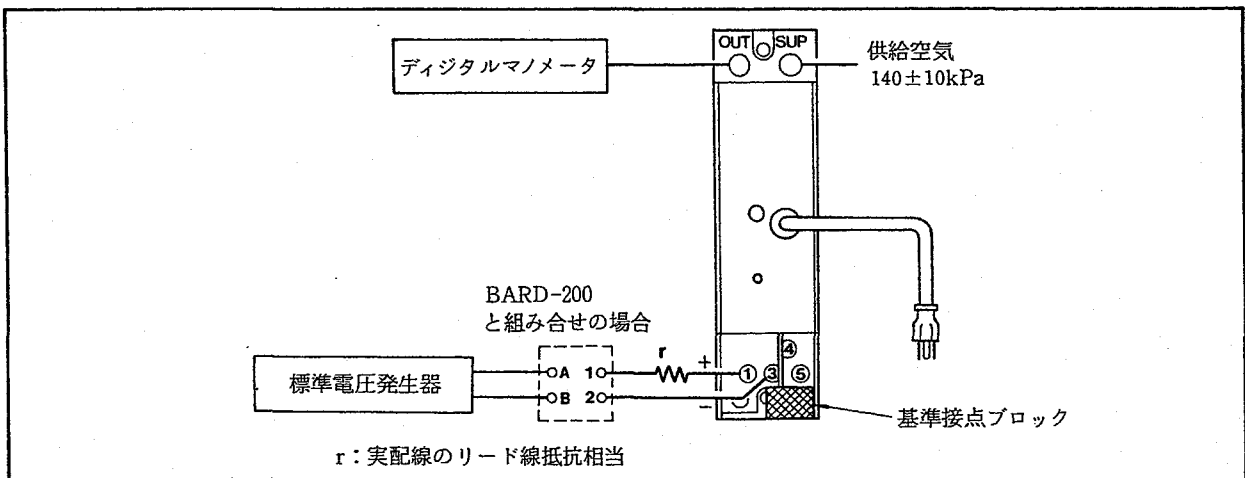
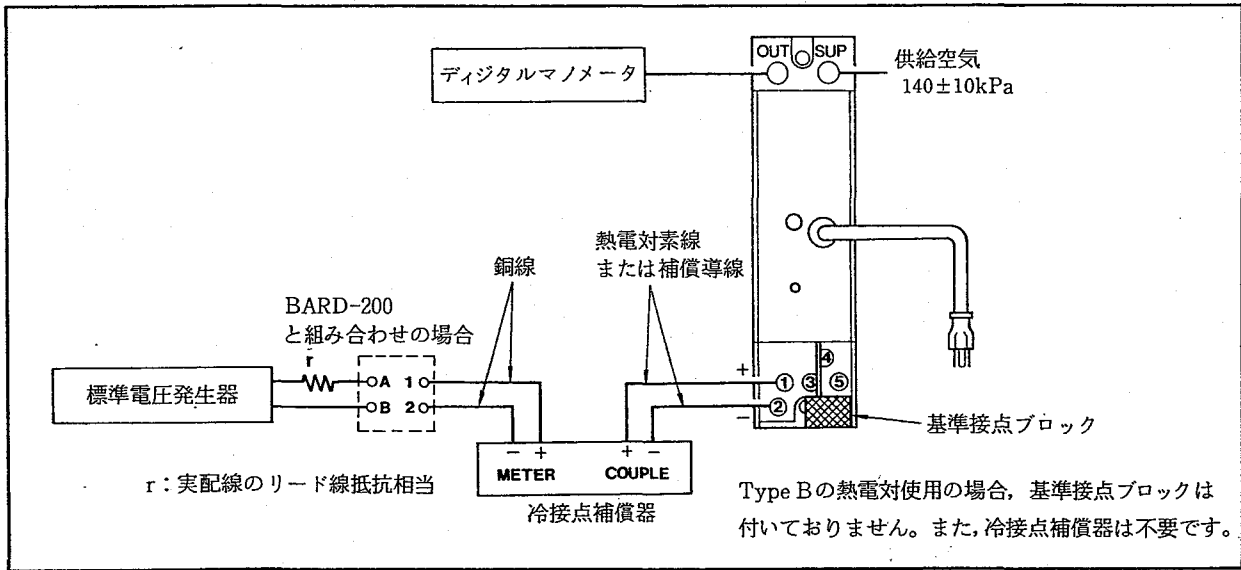

図 6.3 熱電対入力変換器の校正 (1-3端子を使用の場合)
図 6.4 熱電対入力変換器の校正 (冷接点補償器を使用の場合)
ております。したがって入力端子を短絡した状態(温度一規準熱起電力表では検出端が0℃に相当)では、出力は室温の値(端子温度の値)になります。校正の場合これをさし引いた入力を加える必要がありますが、本器の1-3端子を使うとこの手続きが不要です。その校正方法を図6.3に示します。0℃の基準温度をつくって校正する方法も一般的に用いられますので図6.4に示します。
Type Bの熱電対を使用する場合には、基準接点ブロックは不要のためついておりません。なお校正時の接続を図6.4に示します。
- (1) レンジ・カード上の、バーンアウト動作切換スイッチが通常の使用状態と同じにセットされることを確認します(1~5V DC入力形以外の場合)。
- (2) 図6.1~図6.4のように各機器を接続し、電源を投入します。この状態でウォーム・アップしてください。
Type Bの熱電対を使用する場合には、基準接点ブロックは不要のためついておりません。なお、校正時の接続を図6.4に示します。